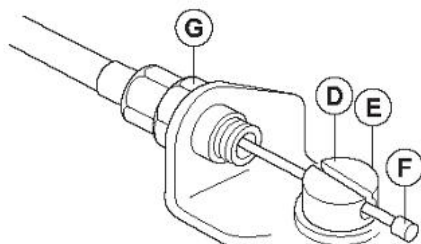

Рисунок 7
4. Установите штуцер с пазом **D** на карбюратор. В это время утопленное отверстие **E** наконечника троса дроссельной заслонки **F** находится на расстоянии от втулки регулятора троса **G** (рис.7).